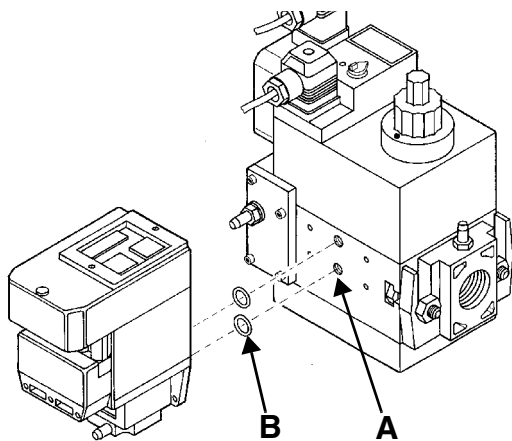
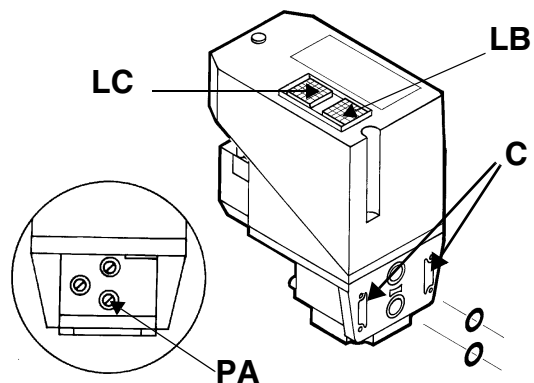

Рис. 13
Рис. 14
- 2). снять крепежные винты группы Multibloc (Рис. 13-A)
- 3). вставить уплотнительные кольца (10,5x2,25) в VPS 504 (Рис. 14-B, Рис. 13-B)
- 4). закрутить 4 винта блока контроля герметичности (M4x16) Рис. 13-C.
Для проверки работы, подсоедините манометр к штуцеру для отбора давления **PA** (Рис. 14). Если проверка завершилась положительно, через несколько секунд загорается жёлтая лампочка **LC**. В противном случае загорается красная лампочка блокировки **LB**. Чтобы перезапустить горелку, необходимо разблокировать блок управления нажатием на светящуюся кнопку **LB**.